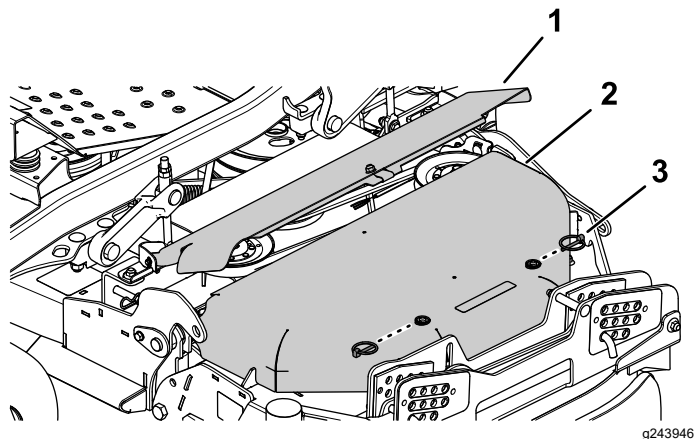

Figure 61
4. Enlevez les deux goupilles à anneau du couvercle de courroie extérieur et déposez ce dernier (Figure 61).
5. Faites pivoter le couvercle de courroie intérieur vers le haut (Figure 61).